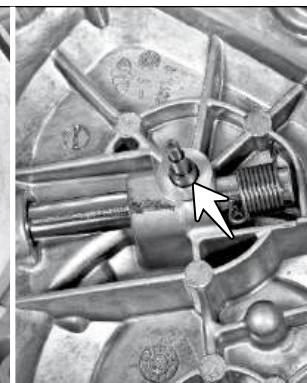

Fig. 3.181B
- Instale a tampa da embreagem, certificando-se que o pino de acionamento da embreagem (seta) esteja instalado em seu alojamento na tampa da embreagem. (Fig. 3.181B)